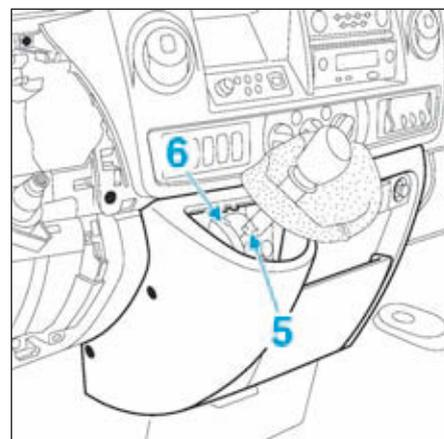

FIG.51
A la reposer vérifier que le jeu entre la gachette (5) et la butée (6) soit compris entre 9,1 et 10,7 mm (Fig.51). Dans le cas contraire, procéder au réglage du boîtier de commande des vitesses.